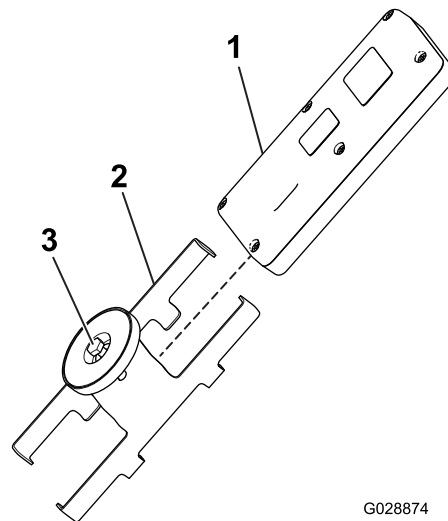

Рисунок 25
5. Установите ручной пульт дистанционного управления в магнитный кронштейн пульта, соедините половины корпуса для закрепления пульта и затяните болт в магните (Рисунок 25).